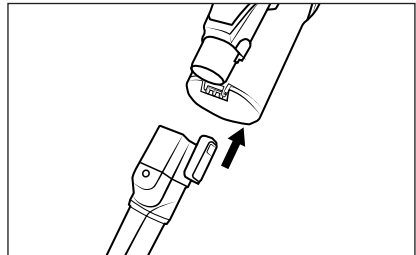

Abb. 14
- ◆ Schieben Sie das Zubehör auf das Saugrohr 23 oder auf die Saugöffnung des Gerätes, bis es mit einem Klickgeräusch einrastet (siehe Abb. 14). Achten Sie dabei auf die richtige Position der Verriegelung.